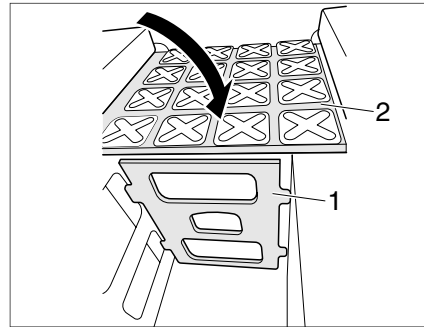
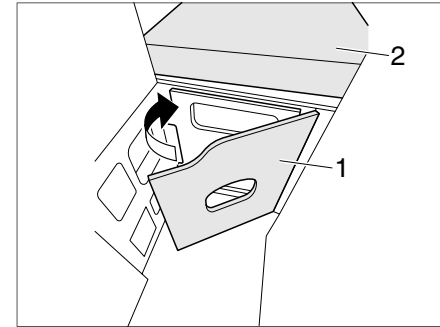

Bild 37 Aufstieghilfe
Bild 38 Schottwand
- ▶ Auslöser (Bild 37,1) nach unten drücken. Der Mechanismus wird gelöst und die Arbeitsfläche kann eingeklapppt werden.
- ▶ Aufstieghilfe (Bild 37,1) vorne einhängen.
- ▶ Unterlage, hinten (Bild 37,2) abklappen
- ▶ Schottwand (Bild 38,1) auf die Aufstieghilfe (Bild 37,1) schwenken.
- ▶ Polster (Bild 38,2) auflegen.
Beim Einzel-Schlafplatz darf die Aufstieghilfe (Bild 37,1) nur benutzt werden, wenn die Schottwand (Bild 38,1) geschlossen ist.